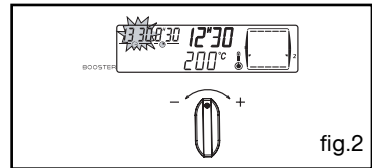

fig.2
- Ajustez le temps choisi en tournant le bouton de réglages vers + ou - (fig.2) jusqu’à obtenir la durée voulue (maxi 60 minutes).